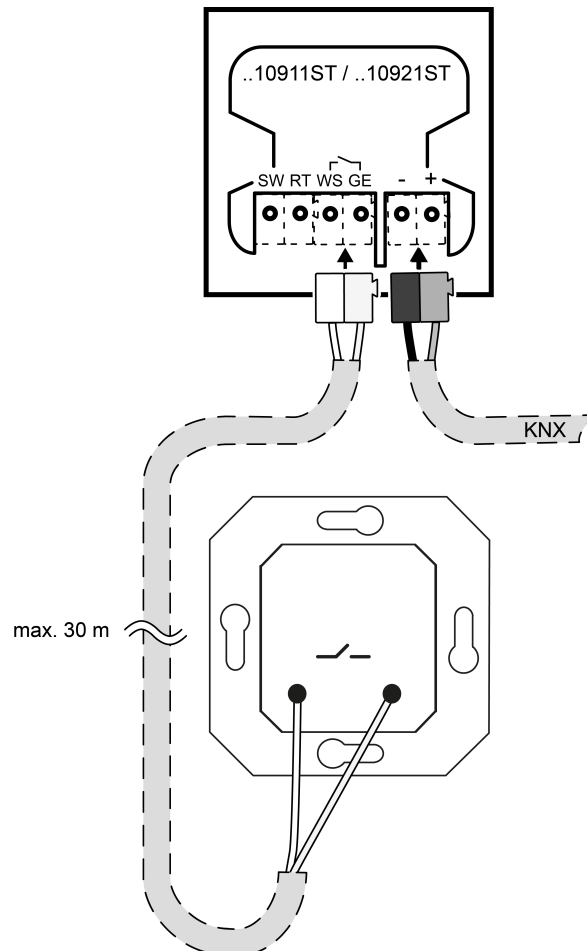

Bild 5: Installationstaster anschließen
- Optional: Externe Schaltkontakte (z.B. Installationstaster oder Reed-Kontakte) an Verbindungsklemme anschließen (Bild 5).
### Externe Schaltkontakte anschließen (Bild 5)